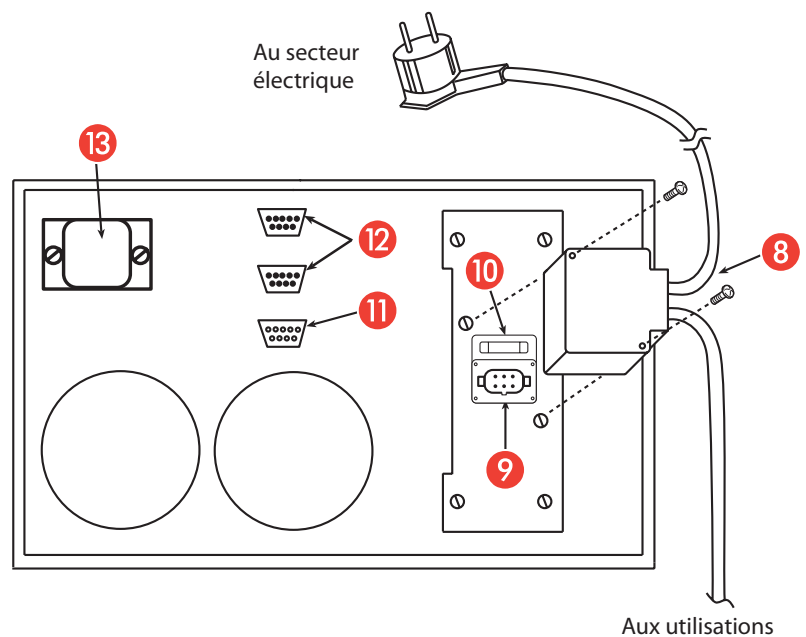

Fig. 2
Bâti unique (fig. 2):
1. Câblez le connecteur d'entrée-sortie fourni, comme l'indique la figure 2, à l'aide d'un cordon gainé avec conducteurs internes d'une section d'au moins **2,5 mm²**.
4. Reliez le connecteur d'entrée-sortie à la fiche [9] derrière l'onduleur en le fixant sur le châssis par les vis (voir fig. 2).